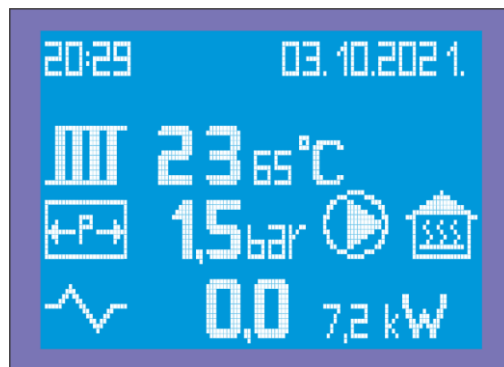

Bild 18
- 5a - Speichern Sie die eingestellten Werte (SET TEMP. und SET POWER) und verlassen Sie die Einstellungen durch kurzes Drücken der "SET"-Taste (Bild 18).